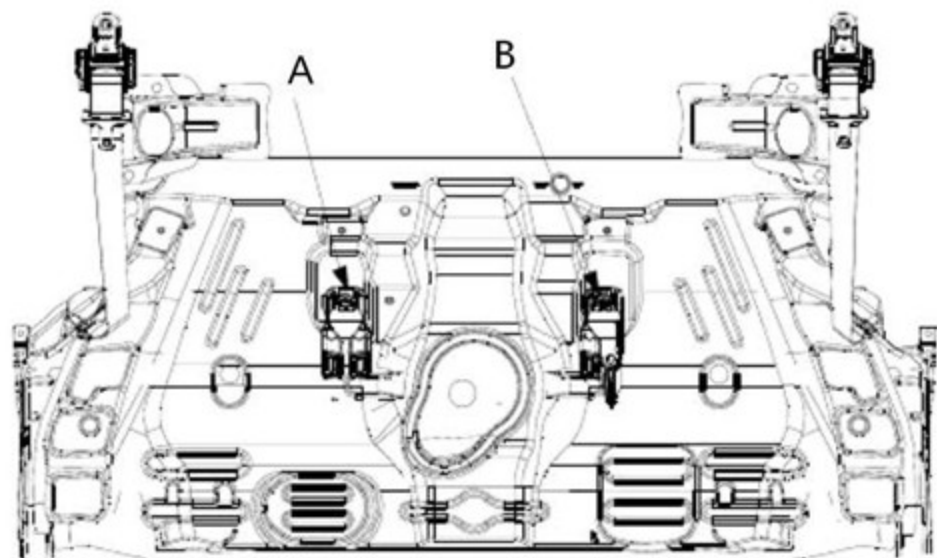

图 21-1-7
1、先参照座椅的拆卸方法将座椅的拆卸方法把后排座椅拆下来，放到车外，然后根据需要可以先拆卸后排中间两点式安全带 A 和带扣总成 B。图 21-1-7